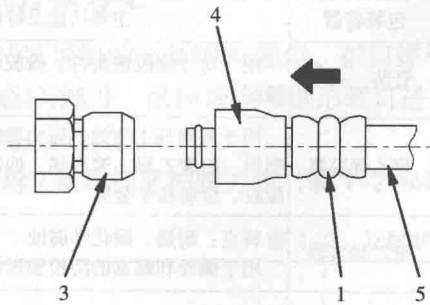

图 1-4 示意图 (4)
(1) 如图 1-4 所示, 握住接头 1 或软管 5, 将其插入匹配接头 3 中, 使它们相互对正。不要握住橡胶套 4。